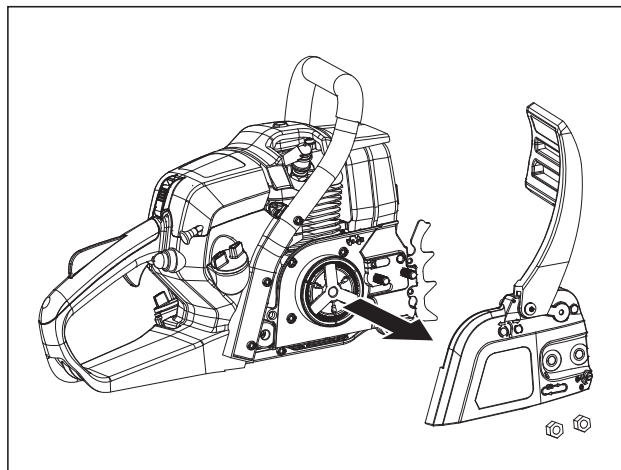

Fig. 33
3. Retire la cubierta del embrague (Fig. 33).